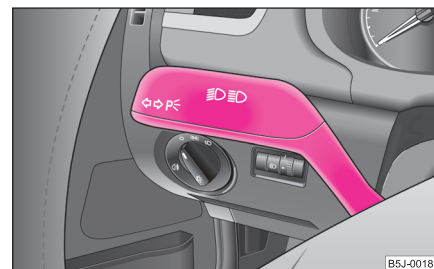

Fig. 38 Maneta de acționare a luminilor de semnalizare și a luminii de drum
- Apăsați maneta luminii de drum în față, pentru a aprinde lumina de drum ⇒ pagina 49, fig. 38.
- Apăsați maneta în sus, respectiv în jos ⇒ fig. 38.